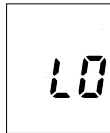

Рис. 2
- a. Прибор воспроизводит голосовые сообщения на двух языках: русском, казахском. Для выбора языка нажмите кнопку «СТАРТ», когда прибор выключен, и удерживайте ее нажатой, 10 сек. Вы увидите на дисплее мигание символов "L0", "L1", "L2". См. рис. 2, 2-1. Удерживая кнопку нажатой и перебирая символы "L0", "L1", "L2", Вы сможете выбрать нужный Вам язык или отключить режим голосового сообщения.